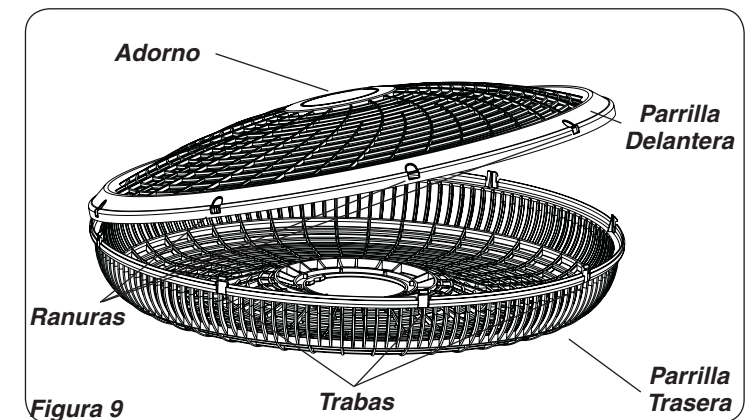

Figura 9
5. Con el cabezal del ventilador en posición vertical, alinee el **Adorno** de la **Parrilla Delantera** de modo que quede horizontal y con el lado debido hacia arriba. Empiece en la parte superior de la parrilla y siga hacia abajo, insertando las **Trabas** de la **Parrilla Trasera** en las **Ranuras** de la **Parrilla Delantera**. (Figura 9)